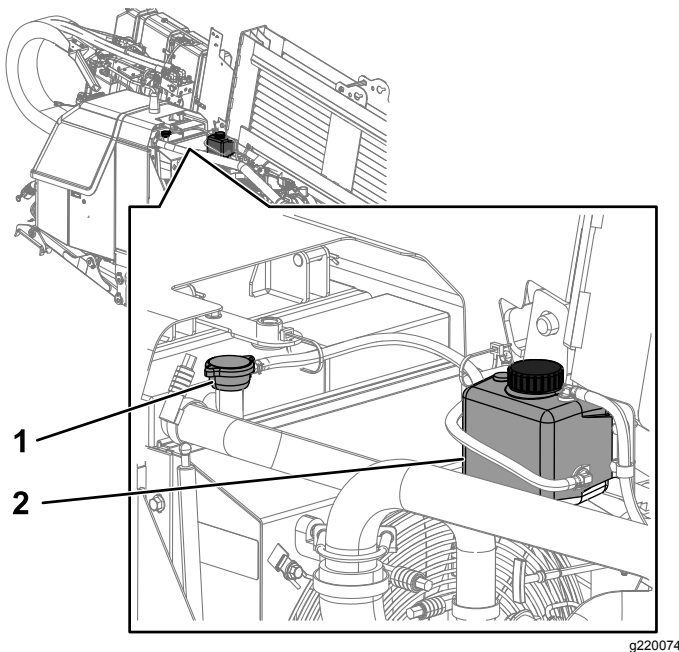
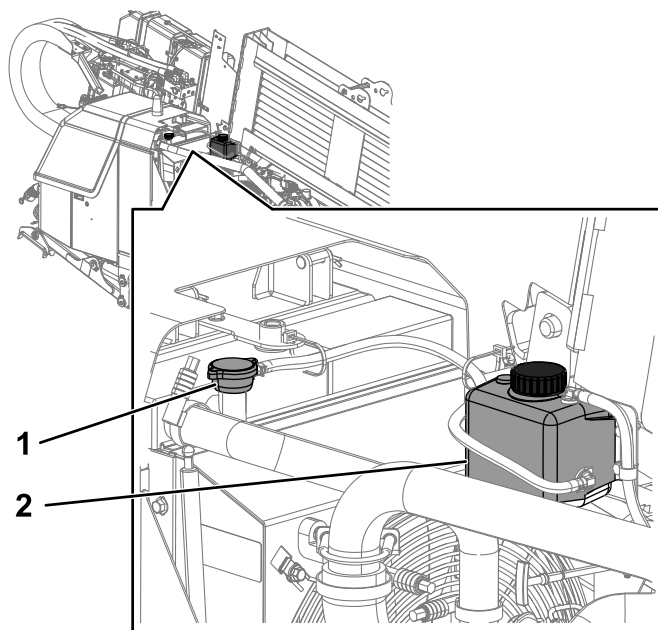

Figure 104
Figure 105
4. Contrôlez le niveau de liquide de refroidissement dans le vase d'expansion (Figure 104).
4. Enlevez le bouchon du goulot de remplissage du radiateur et vérifiez le niveau de liquide de refroidissement (Figure 104 et Figure 105).
5. Si le niveau de liquide de refroidissement est trop bas, faites l'appoint jusqu'à ce qu'il atteigne le bas du goulot de remplissage (Figure 105).
6. Remettez le bouchon de radiateur en place et serrez-le solidement (Figure 105).
4. Retirez le bouchon de radiateur (Figure 105).
2. Retirez le bouchon de radiateur (Figure 105).
4. Remettez le bouchon de radiateur en place (Figure 105).